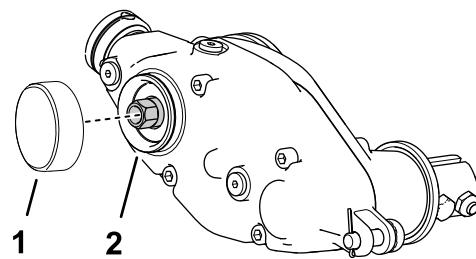

Figura 16
1. Aplique fijador de unión cilíndrica de resistencia media (como Loctite® 609 verde) alrededor de la ranura de la anilla a presión y en la superficie del diámetro externo (Figura 16).
2. Instale el tapón, tal y como se muestra en Figura 16.